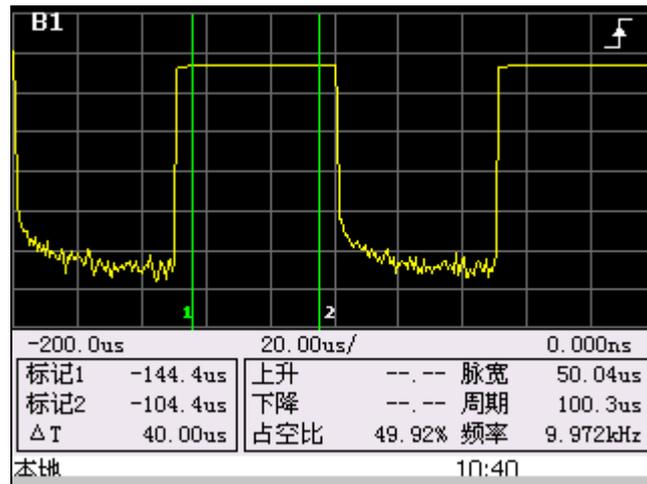

图 5-5 全窗口时间参数显示
- 11) 在扩展窗口显示状态下，选择[测量参数 时间]，再按【窗口】按键，切换到全屏显示，如图 5-5 所示。